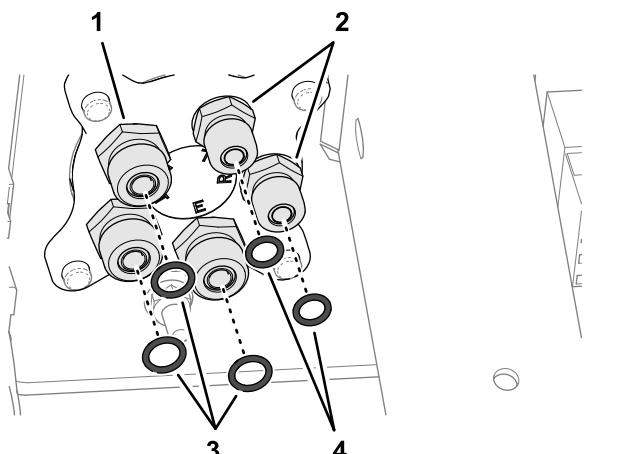

Figura 112
1. Remova os 3 anéis de retenção O-ring da face das uniões -6 da válvula de direção (Figura 112).
2. Instale 3 anéis de retenção O-ring 9,2/1,8 mm novos nas ranhuras das uniões -6 Figura 112
3. Remova os 2 anéis de retenção O-ring da face das uniões -4 da válvula de direção (Figura 112).
4. Instale 2 anéis de retenção O-ring 7,6/1,8 mm novos nas ranhuras das uniões -4 Figura 112